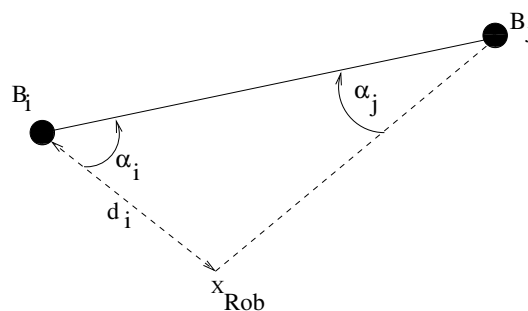

FIGURE 1 – Exemple de localisation
- (a) Lorsqu'on interroge le capteur CAP , on lui donne, en entrée, les numéros des deux balises qu'on cherche à détecter, par exemple $DETECTE(i, j)$. S'il détecte les deux balises, B_i et B_j , il retourne les angles entre la position du robot et les positions des balises ainsi que la distance de la balise la plus proche (voir figure 1) [valeurs retournées = α_i, α_j, d_i]. Sinon il ne retourne rien [valeur retournée = NUL].